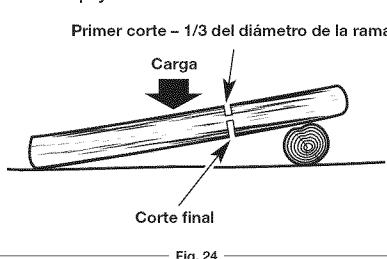

Fig. 24
- Cuando el tronco está apoyado los dos extremos (Fig. 24): troce arriba primero hasta 1/3 del diámetro del tronco para evitar que se astille. Después, troce abajo para que los dos cortes se encuentren y evitar el pellizco.